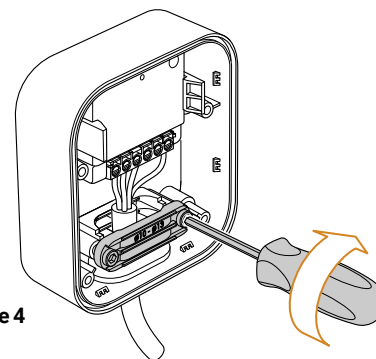

Figure 4
- 5 Serrer le passe câble - voir **figure 4**.